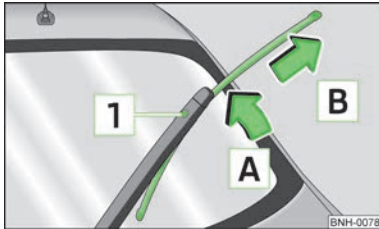

Abb. 30
- Den Scheibenwischerarm von der Heckscheibe anheben und das Scheibenwischerblatt geringfügig in Richtung Scheibenwischerarm, Pfeil **A** » Abb. 30 kippen.